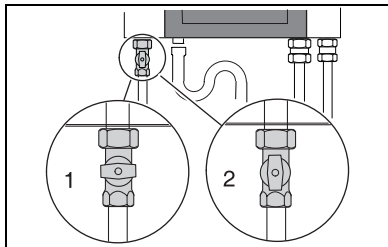

fig. 8 Gaskraan
- Open de gaskraan langzaam, door deze een  $\frac{1}{4}$  omwenteling linksom te draaien (fig. 8, pos. 2). In de positie "open" staat de gaskraan verticaal.